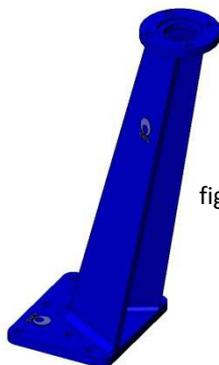

fig. 16
- Colonnes de manœuvre inclinée (fig. 16)